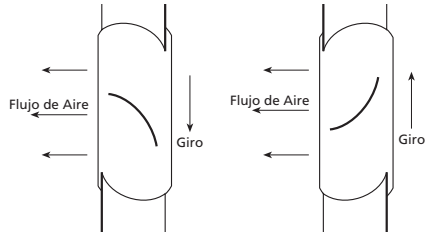

Figura 4
2. Encerje la unidad momentáneamente para revisar el giro de la rueda. El giro debe ser en la misma dirección que indica la calcomanía de giro que se encuentra en la unidad o como se muestra en la Figura 4.